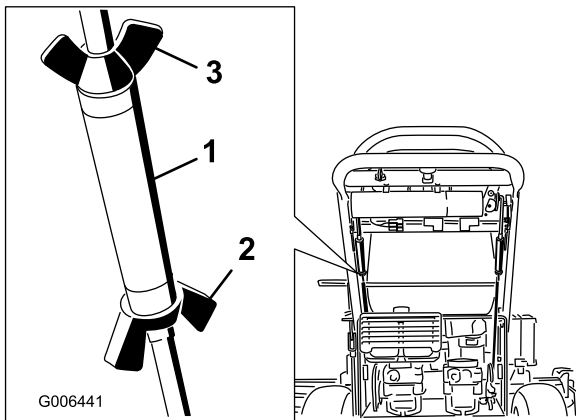

Bild 46
- Lösen Sie die Flügelmutter an der rechten Steuerstange und drehen Sie die Spanschraube rein oder raus, um sicherzustellen, dass der Steuerhebel in der arretierten Neutral-Stellung zentriert ist. Befestigen Sie die Spanschraube mit der Flügelmutter (Bild 46).
- Lösen Sie die Flügelmutter an der linken Steuerstange und drehen Sie die Spanschraube hinein oder heraus, um die Spurweite zu verstellen. Befestigen Sie die Spanschraube mit der Flügelmutter (Bild 46).